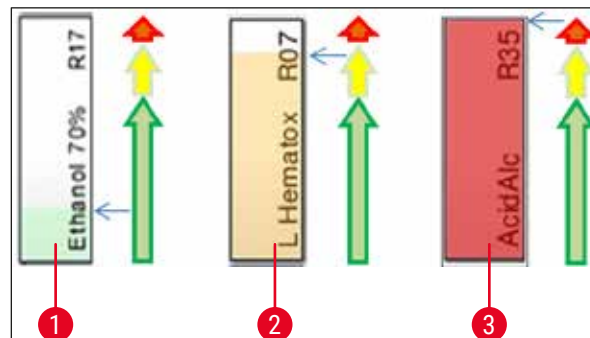

Fig. 72
- Un colore dello sfondo (→ "Fig. 72")
- Il colore dello sfondo mostra lo stato di consumo del reagente (→ "Fig. 72"). Una volta consumato il reagente, la barra dei colori sale dalla parte bassa a quella alta e cambia colore in base allo stato di consumo.